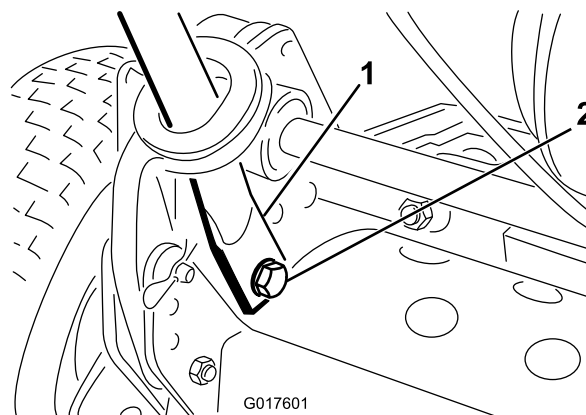

Figura 3
4. Premete verso l'–interno le estremità della stegola e montatele sui perni di montaggio (Figura 3).
5. Fissate le estremità della stegola ai perni di montaggio tramite i bulloni, le rondelle e le rondelle di sicurezza precedentemente rimossi (Figura 3).
6. Fissate con sicurezza i bracci della stegola sul retro dell'–intelaiatura utilizzando le coppiglie a forcina ed i perni ad anello tolti in precedenza (Figura 3).